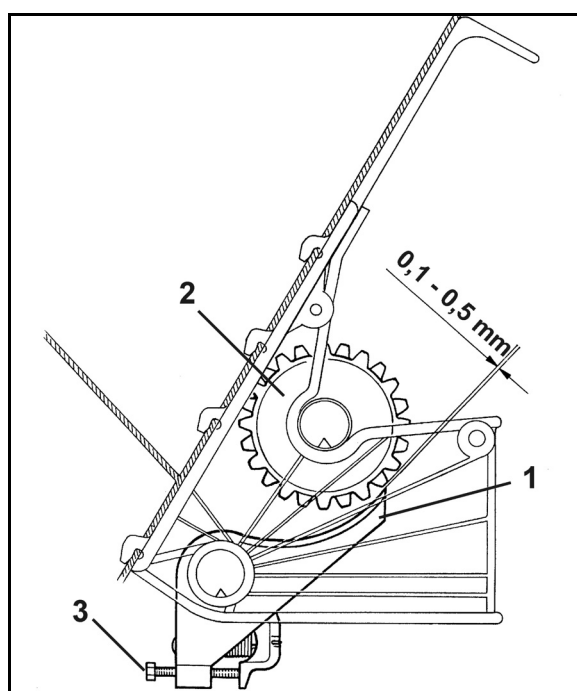

Fig. 43
3. Kontrollera att bottenklaffarna (Fig. 43/1) löper lätt.
4. Kontrollera att det föreskrivna avståndet från 0,1 mm till 0,5 mm (Fig. 43) mellan bottenklaffen (Fig. 43/1) och utmatningshjulen (Fig. 43/2) är korrekt för varje utmatningshus. Därvid skall de kontrollerade utmatningshuset vridas för hand på utmatningsaxeln.
5. Ställ vid avvikelser in det föreskrivna avståndet med fjäderspännskruven (Fig. 43/3).